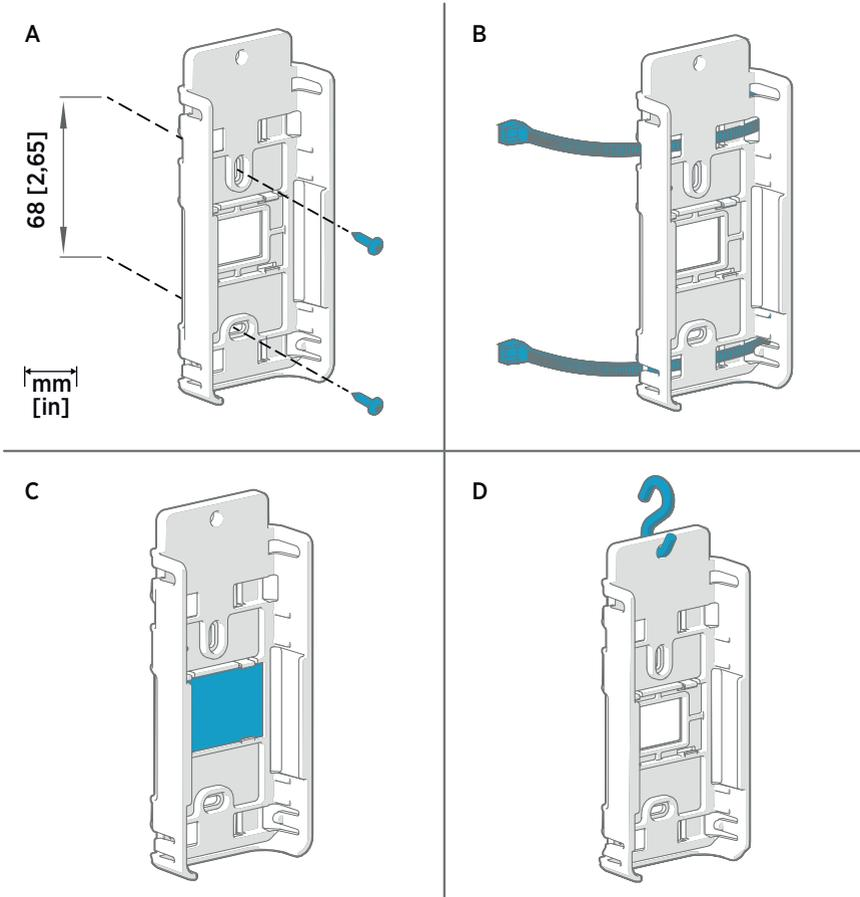

Figura 28 Métodos de montaje del RFL100
2. Instale el soporte de montaje con uno de los métodos de montaje que se muestran en Figura 28 \(página 42\). Oriente el soporte verticalmente de modo que la sonda o el cable de la sonda apunten hacia abajo después de la instalación. No instale el RFL100 sin el soporte de montaje.